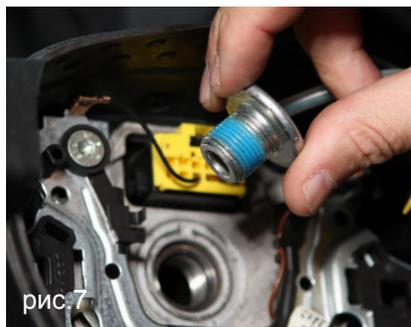

рис.7
10. Установите руль в прямом положении. Затяните новую крепежную гайку (рис. 7), соблюдая поворотный момент, предписанный производителем автомобиля.